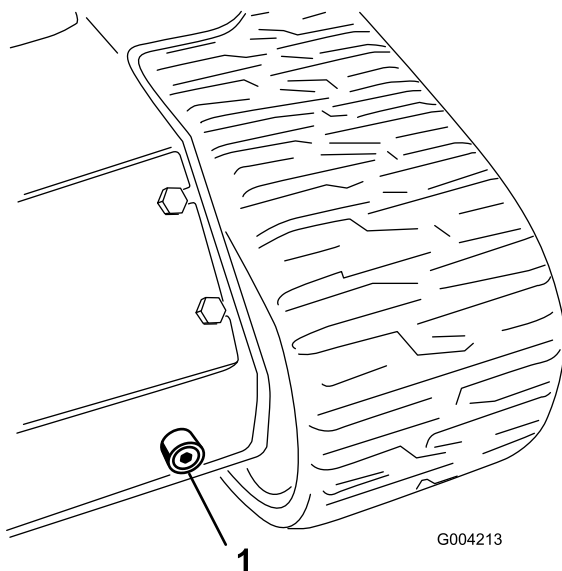

Bild 56
6. Stellen Sie eine große Auffangwanne (Kapazität von 56,8 l) unter die Ablassschraube vorne an der Zugmaschine (Bild 56).
7. Entfernen Sie die Ablassschraube und lassen das Öl in die Auffangwanne abfließen (Bild 56).